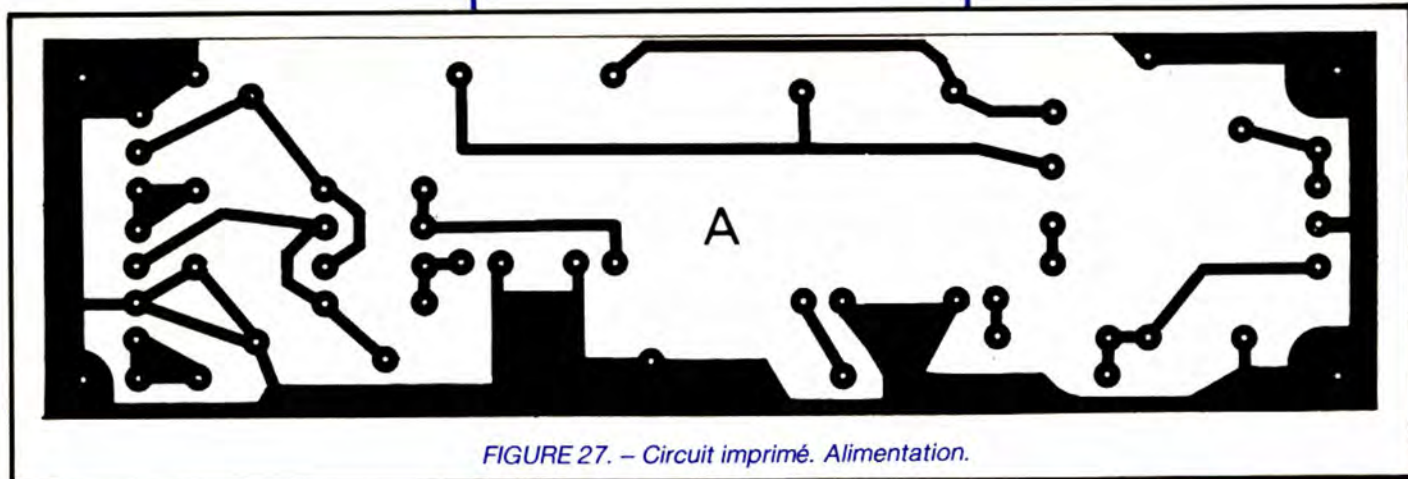

FIGURE 27. - Circuit imprimé. Alimentation.
- **CI. A.** De l'alimentation, voir figure 27, c'est un simple face de 15/10 en époxy de préférence.